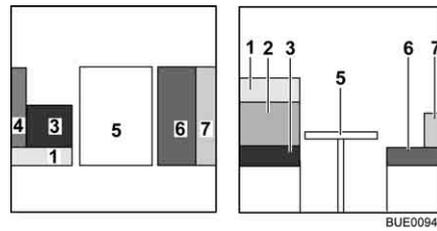

Bild 108 Vor dem Umbau
- Tisch (Bild 108,5) zum Bettunterbau umbauen (siehe Abschnitt 6.10).
- Die beiden Rückenpolster (Bild 108,1 und 2) beiseite legen.
- Das seitliche Polster (Bild 108,4) beiseite legen.